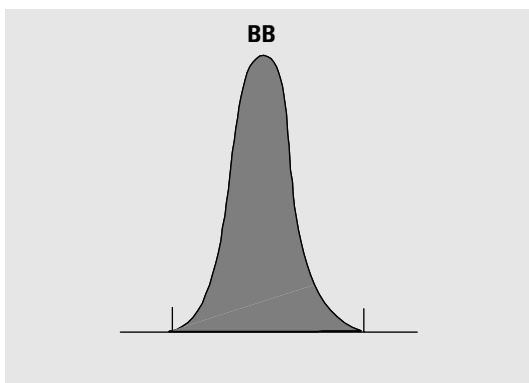

Figure 24 Mesure d'aire pour des pics de ligne de base à ligne de base
- pour des pics de ligne de base à ligne de base (BB), l'aire est au-dessus de la ligne de base entre les graduations, comme sur la Figure 24 à la page 111,